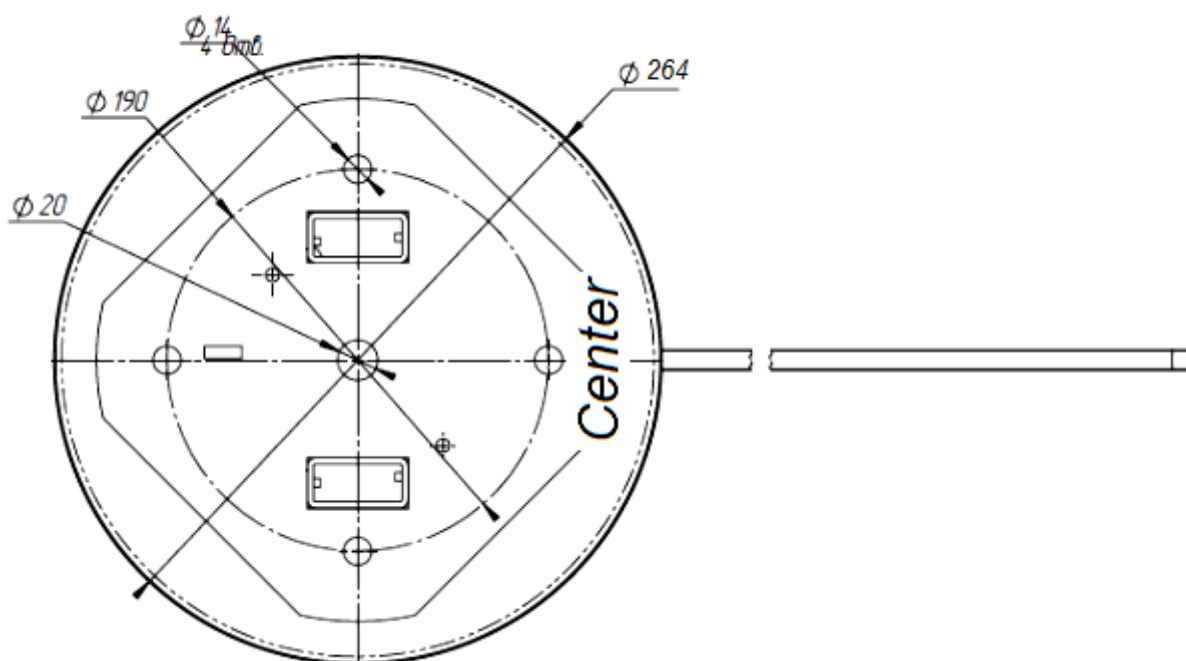

Рисунок 8 – Установочные размеры площадки
4.2.5 Рисунок 8 – выполнить разметку и просверлить 4 отверстия диаметром 16 мм в полу под анкеры крепления стойки калитки.